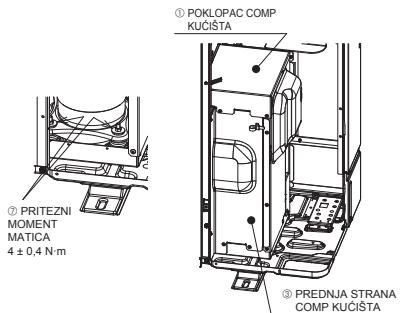

Fig. 4-2
- Nakon što uklonite fiksne COMP dijelove, obavezno zategnite matice i vratite PO-KLOPAC COMP KUĆIŠTA I PREDNJU STRANU COMP KUĆIŠTA u provitno stanje. (Fig. 4-2)